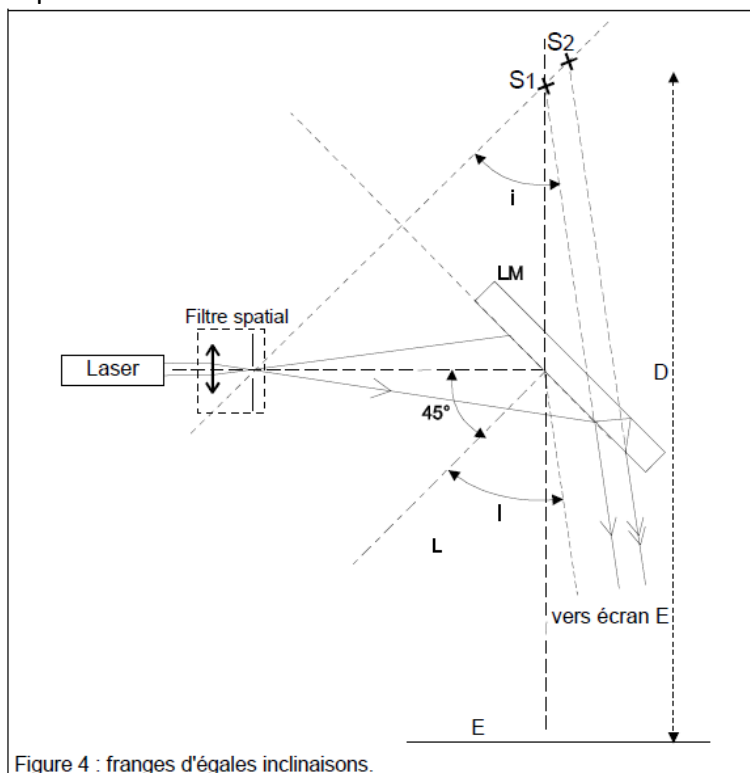

Figure 4 : franges d'égales inclinaisons.
On réalise le montage de la figure 4, dans lequel on peut éventuellement remplacer le filtre spatial par une lentille de courte focale.
4.1 2^{ème} montage (figure 4)